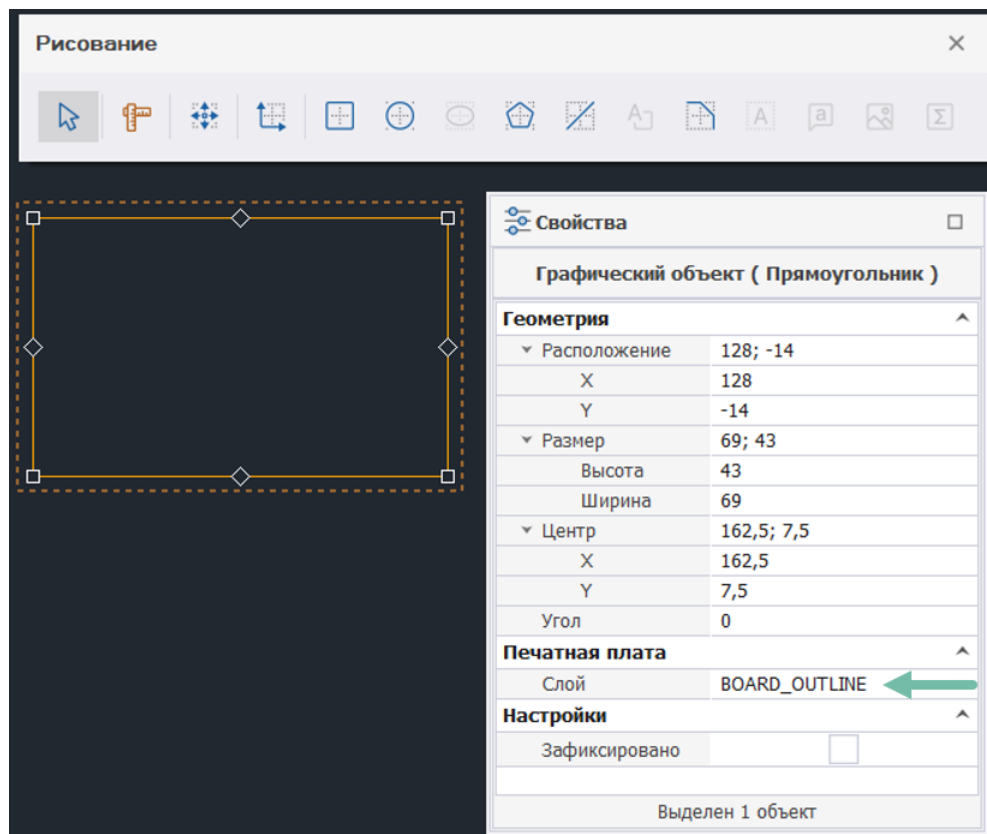

Рис. 71 Создание границ платы графическими инструментами
2. Построить замкнутый контур, используя инструменты графического редактора, см. Рис. 71.
1. Редактирование контура платы через задание ключевых значений координат в соответствующих полях «Свойства» → «Геометрия», см. правую часть Рис. 71.